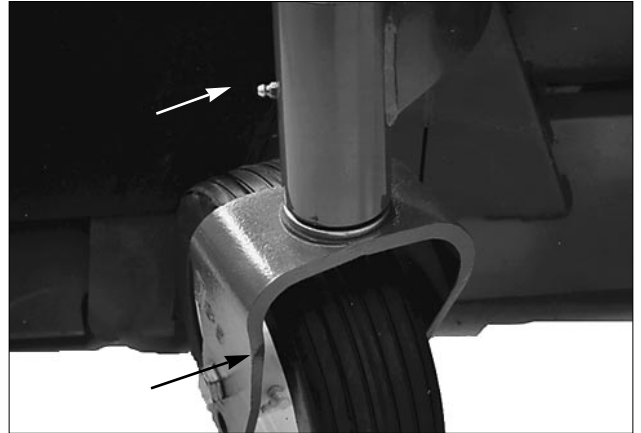

Bild 32
Mähdeck (Maschinen mit 2- & Allradantrieb)—Messerspindeln (7) und Gelenkstifte (4) (Bild 31) an Auslegerdecks; Laufrollenräder (6); Laufrollengabelwellen (4) (Bild 32); Kugelgelenke des Hubarms (2) und Antriebswellenbaugruppe ZWA-Getriebe (3) (Bild 33).